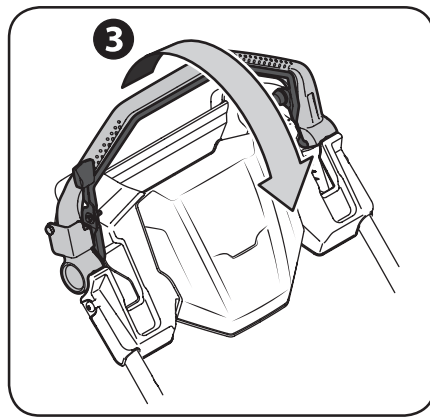

Figure 3-5
3. Une fois le moteur démarré, serrez la commande de la lame contre la commande d'entraînement et poussez la commande d'entraînement vers l'avant pour faire avancer la tondeuse. Voir Figure 3-5. Plus vous poussez la commande vers l'avant, plus la tondeuse avance rapidement.